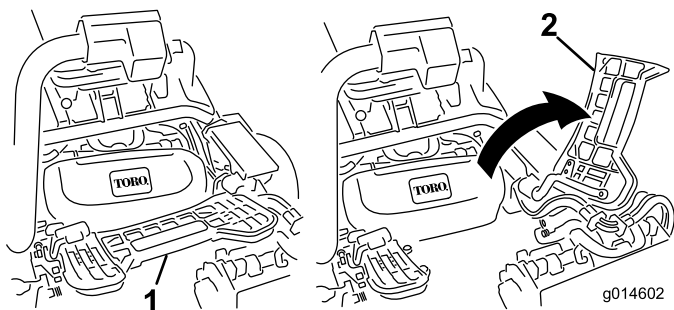

Figura 31
1. Sollevate il poggipiedi e ruotatelo fino all'apertura, per consentire l'accesso alla posizione dell'apparato di taglio centrale.(Figura 31)